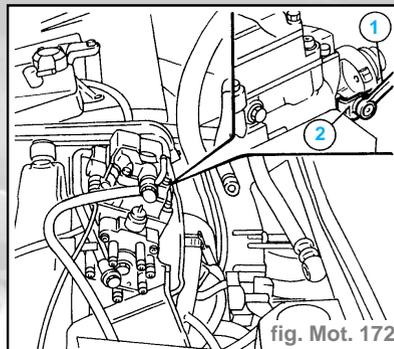

fig. Mot. 172
- Desserrer la vis-frein (1) et remettre en place l'entretoise (2) (fig. Mot. 172).